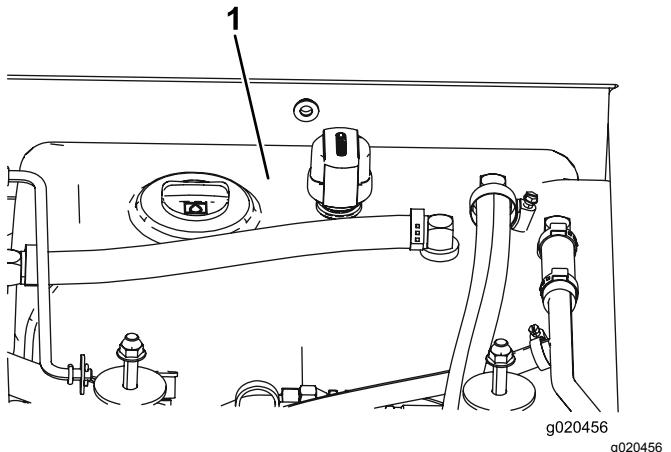

Bild 102
4. Füllen Sie den Hydraulikbehälter (Bild 102) mit Hydrauliköl, siehe Prüfen des Hydrauliköls \(Seite 75\).